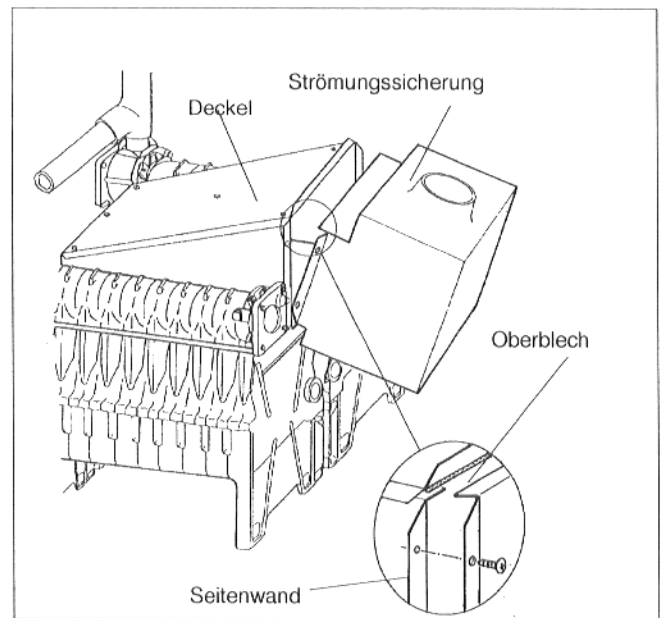

Abb. 19
- Die Strömungssicherung wird mit den 6 kurzen Blehschrauben an den Seitenwänden des Abgassammlers angeschraubt. Bei der Montage ist darauf zu achten, daß das Oberblech der Strömungssicherung sich zwischen Trennwand und Seitenwände bzw. Deckel befinden muß (Abb.19).